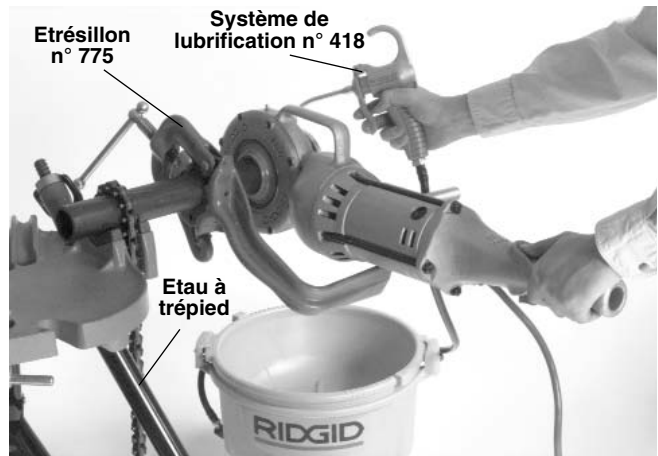

Figure 4 – Filetage d'un tuyau Ø 2 po avec le système d'entraînement positionné du côté gauche de l'étau
3. Assurez-vous que le système de lubrification est bien rempli d'huile de coupe RIDGID. Positionnez le système de lubrification devant l'étau (Figure 4).
4. Positionnez l'étrésillon n° 775 sur le tuyau de manière à ce que son tenon se trouve à fleur de l'extrémité du tuyau (Figures 4 et 5). Assurez-vous que les mâchoires s'engagent bien d'équerre sur le tuyau, puis serrez la poignée à fond afin d'empêcher le dérapage des mâchoires.
▲ MISE EN GARDE Afin d'éviter de graves blessures, assurez-vous que le système d'entraînement est correctement positionné sur l'étrésillon (Figures 4, 5 et 6). Pour les pas à droite, la tête de filière tournera à droite (vue de face). Le couple développé lors de l'opération de filetage sera en sens inverse, voire à gauche.